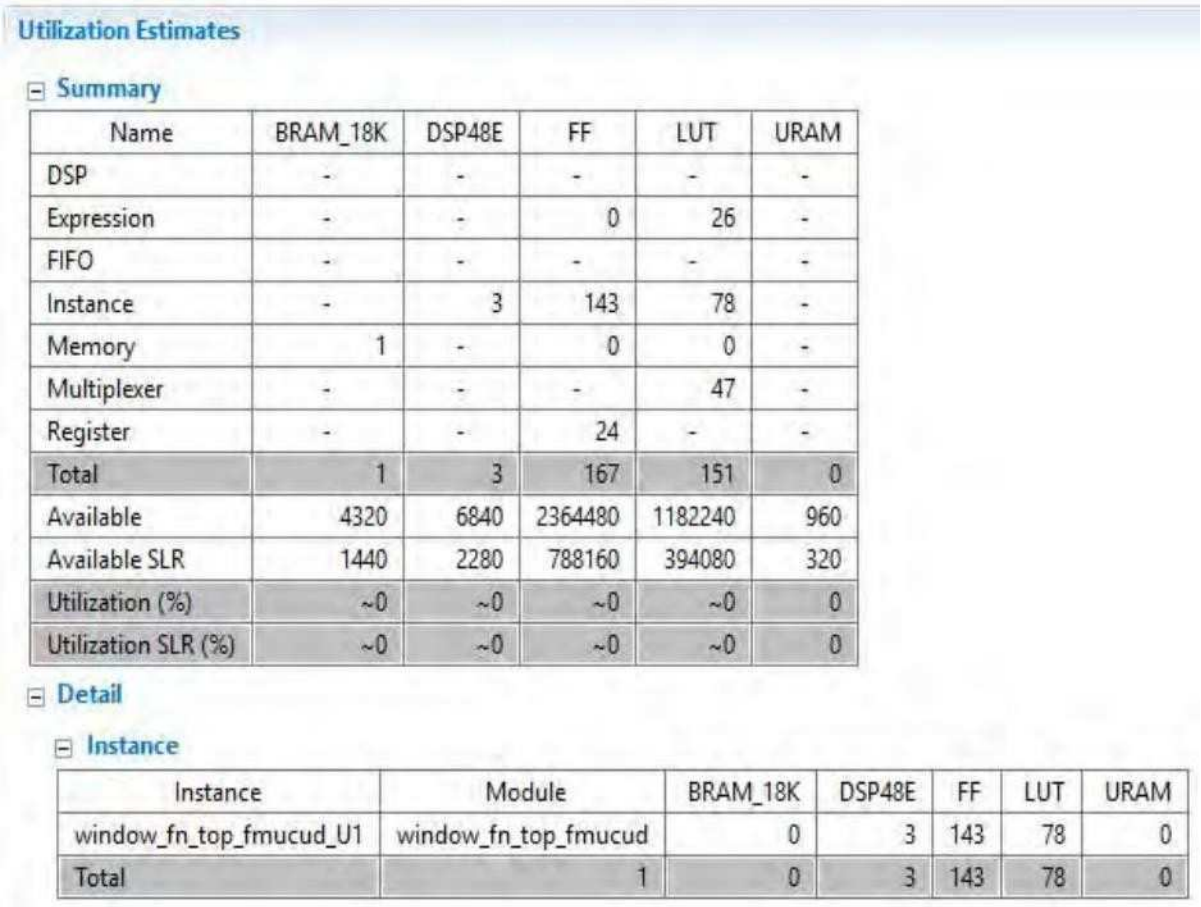

图 5-6:浮点设计的区域细节
2. 向下滚动报告并在**利用率估计**的详细部分展开实例(图 5-6)。